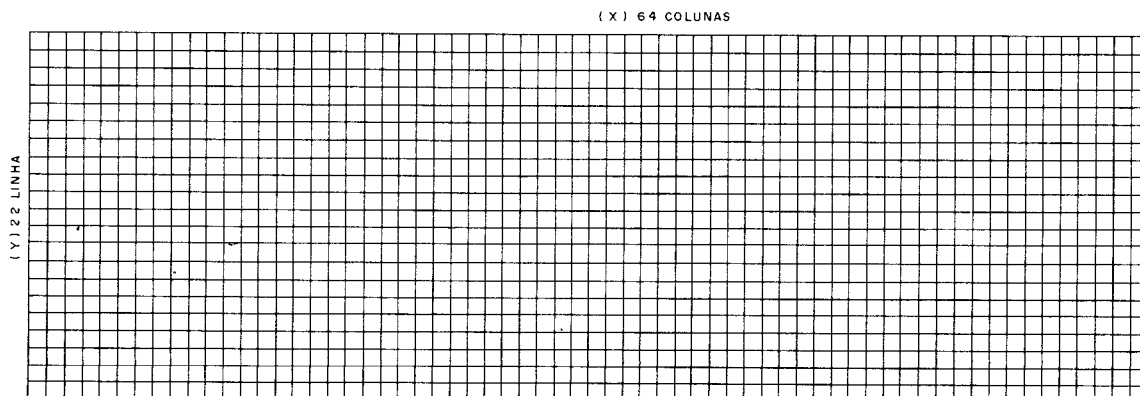

Figura 1
devem ser localizados. A tela deve, então, ser dividida em pequenos quadrados, cada qual tendo uma abscissa (X) e uma ordenada (Y). Diversos são os tipos de divisão de tela com que podemos contar para a realização de gráficos. A mais simples é a que faz uso de 22 linhas e 32 colunas, o que resulta em 704 posições de pontos, conforme mostra a figura 1.